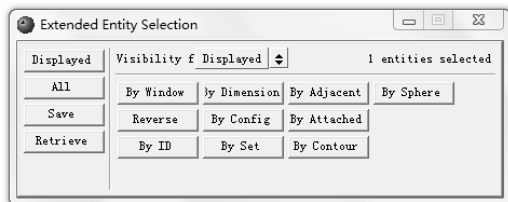
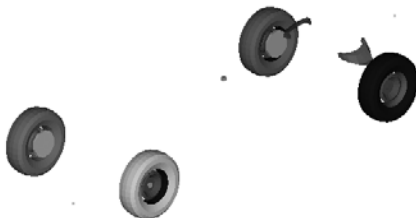

图 13-11 实体选择面板
图 13-12 隐藏与车顶关联的组件
- (1) 在 Action 栏下选择 Mask 选项。
- (2) 将 Entities 选择器设置为 Components。
- (3) 在图形区按〈Enter〉键。
- (4) 单击 Components，进入二级实体选择面板，如图 13-11 所示。
- (5) 单击 By Attached 按钮。
- (6) 单击 Mask Selected 按钮，效果如图 13-12 所示。